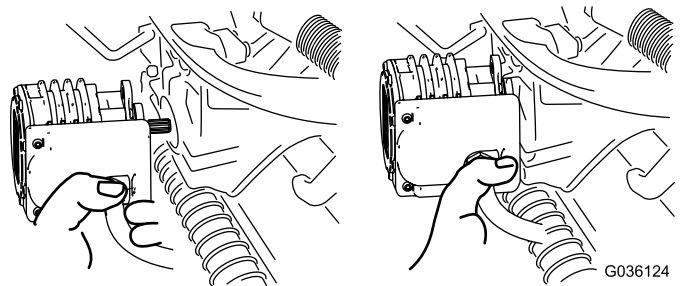

図 57
4. 外したモータは、サスペンションアームの前部にある一時保管位置にセットしておく(図 57)。